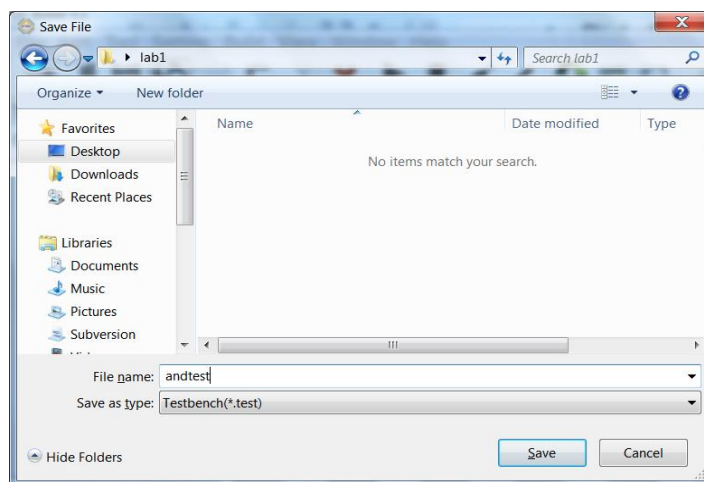

图 2-1-11 保存测试文件
(3) 另存为测试文件。点击工具栏  图标，出现如图 2-1-11 的界面，将测试文件保存到 andgate 模型所在的文件夹下。